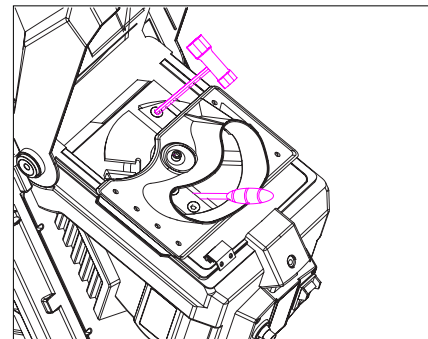

Fig. 10
4. En portant des gants de protection, utilisez un tournevis (non fourni) pour tenir la plaque de lame, puis utilisez l'extrémité hexagonale de la clé à douille fournie pour desserrer et retirer la première vis à tête creuse hexagonale (fig. 10).